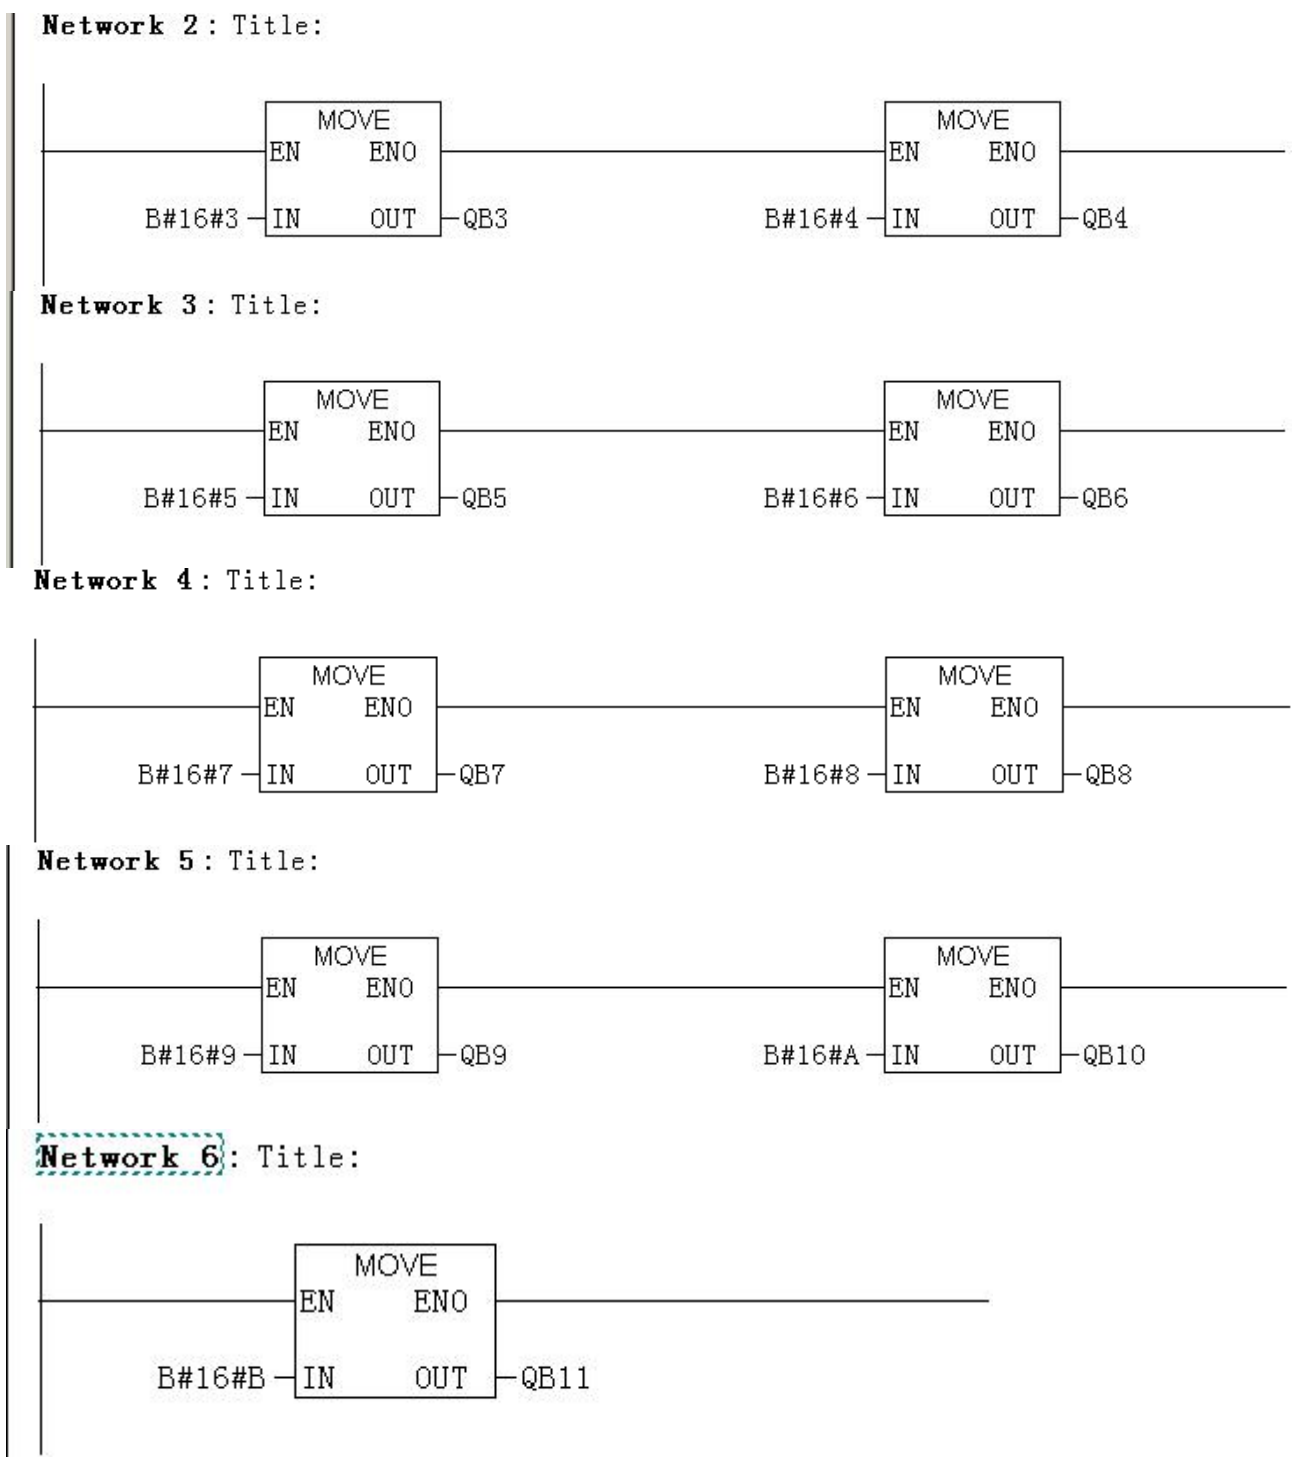

图 5-9 主站 1 的 OB1 模块中编写梯形图指令向 DP1 的 PROFIBUS 输出数据区 QB1~QB11 写入数据：01~0B
在图 5-12 的变量表 VAT_1 中, 也可以看到 QB1~QB10 的数据: 01、02、03、04、05、06、07、08、09、0A、0B, 这是主站 1 (CP5611+WinA+STEP 7) 的 OB1 模块中编写梯形图指令运行结果——见“图 5-9: 主站 1 的 OB1 模块中编写梯形图指令向 DP1 的 PROFIBUS 输出数据区 QB1 ~ QB11 写入数据: 01~0B”。目的在于向 DP2 发送数据。上节的“(1) 主站 1 向主站 2 的数据传送”及图 5-10 有详细说明。